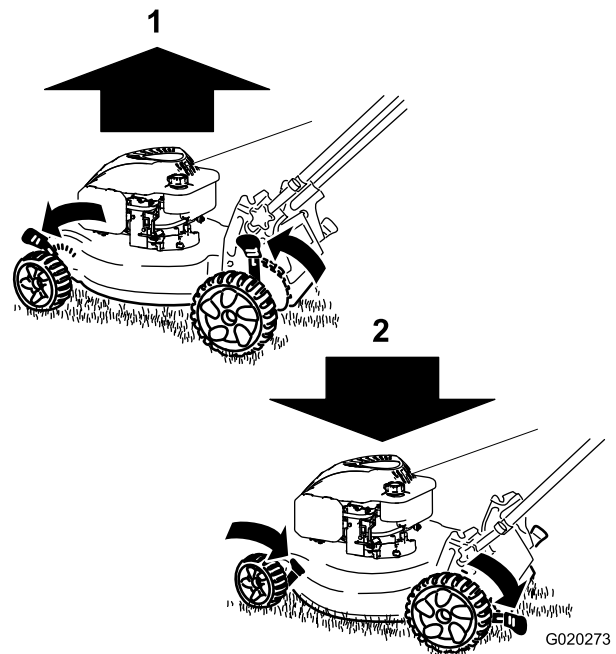

Figure 13
**Remarque:** Pour élever la machine, déplacez tous les leviers de hauteur de coupe en avant ; pour abaisser la machine, ramenez les leviers en arrière (Figure 13).